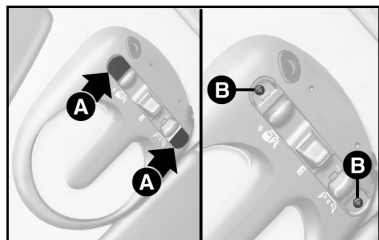

fig. 39
LUZ INTERNA DIANTEIRA - figs. 39 ou 40
1) Retirar os tampões de plástico A-fig. 39 ou 40.